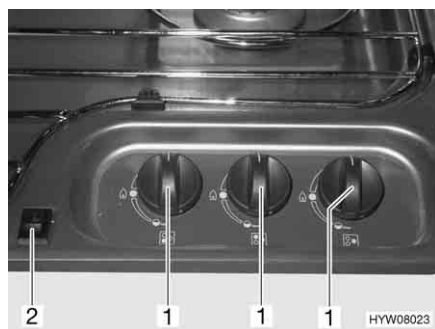

Fig. 162 Elementi di comando (fornello a gas)
- Ruotare il pomello girevole (Fig. 162,1) dell'impianto a fiamma libera desiderato in posizione accesa (fiamma alta).
- Premere l'interruttore a bilico (Fig. 162,2). Sul bruciatore vengono prodotte scintille.